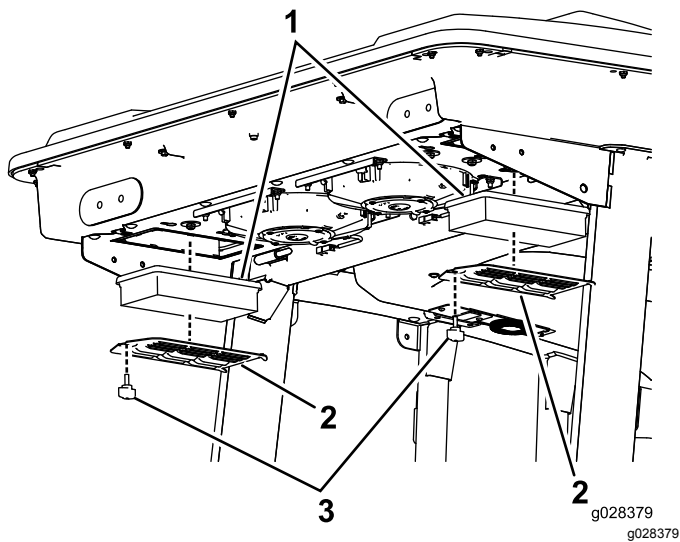
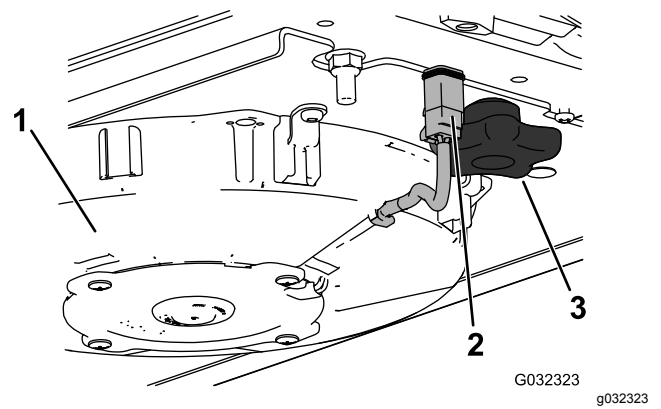
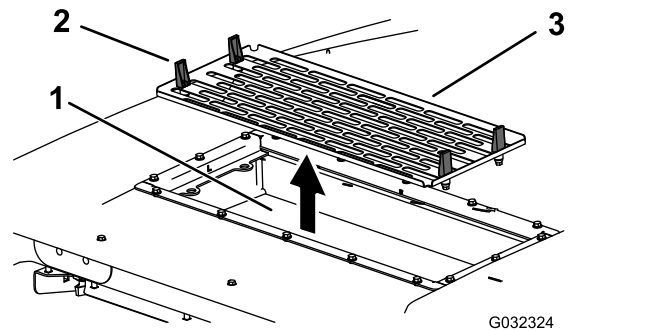

Figure 116
Figure 117
Figure 118
1. Retirez les vis et les grilles des filtres à air intérieur et arrière de la cabine (Figure 115 et Figure 116).
- Déposez les filtres à air (voir Figure 116).
- Reposez les filtres à air, la grille et le ventilateur (Figure 116, Figure 117 et Figure 118).
- Rebranchez le câble de chaque ventilateur (Figure 117).